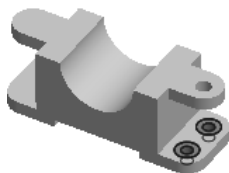

图 5.23.12 沉头孔 1
Step6. 创建如图 5.23.12 所示的零件特征——沉头孔 1。
(1) 选择命令。选择 **插入(I)**  **特征(F)**  **孔向导(W)...** 命令，系统弹出“孔规格”对话框。